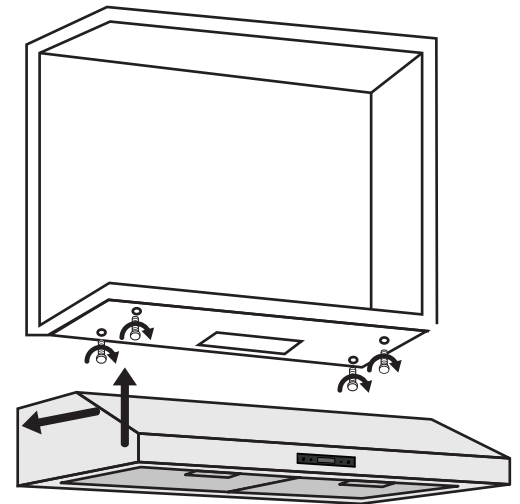

Figure 4
- En utilisant les mesures fournies à la page 7, mesurez et percez 4 trous dans le fond de l'armoire (voir figure 4).
- Alignez la hotte aux trous dans le bas de l'armoire et vissez (voir figure 4).